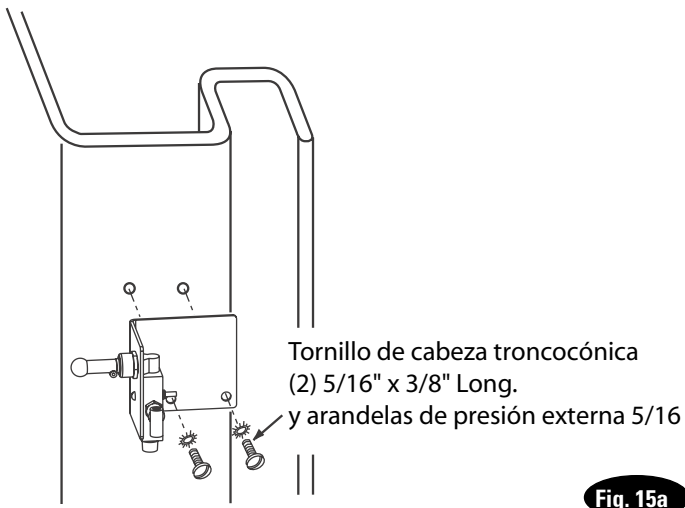

Fig. 15a
- F) Monte el interruptor de descenso y el soporte en la columna utilizando tornillos mecánicos de cabeza troncocónica (2) 5/16"-18NC x 3/8" long., Fig. 15a.